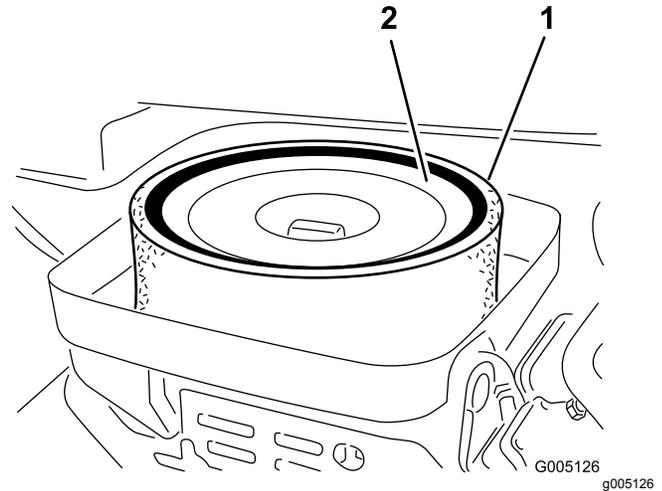

Figura 36
3. Retire a porca que fixa os elementos de filtragem ao corpo do filtro de ar (Figura 36).
4. Se o elemento de esponja se encontrar sujo, deverá retirá-lo do elemento de papel (Figura 36). Limpe-o cuidadosamente, da seguinte forma: